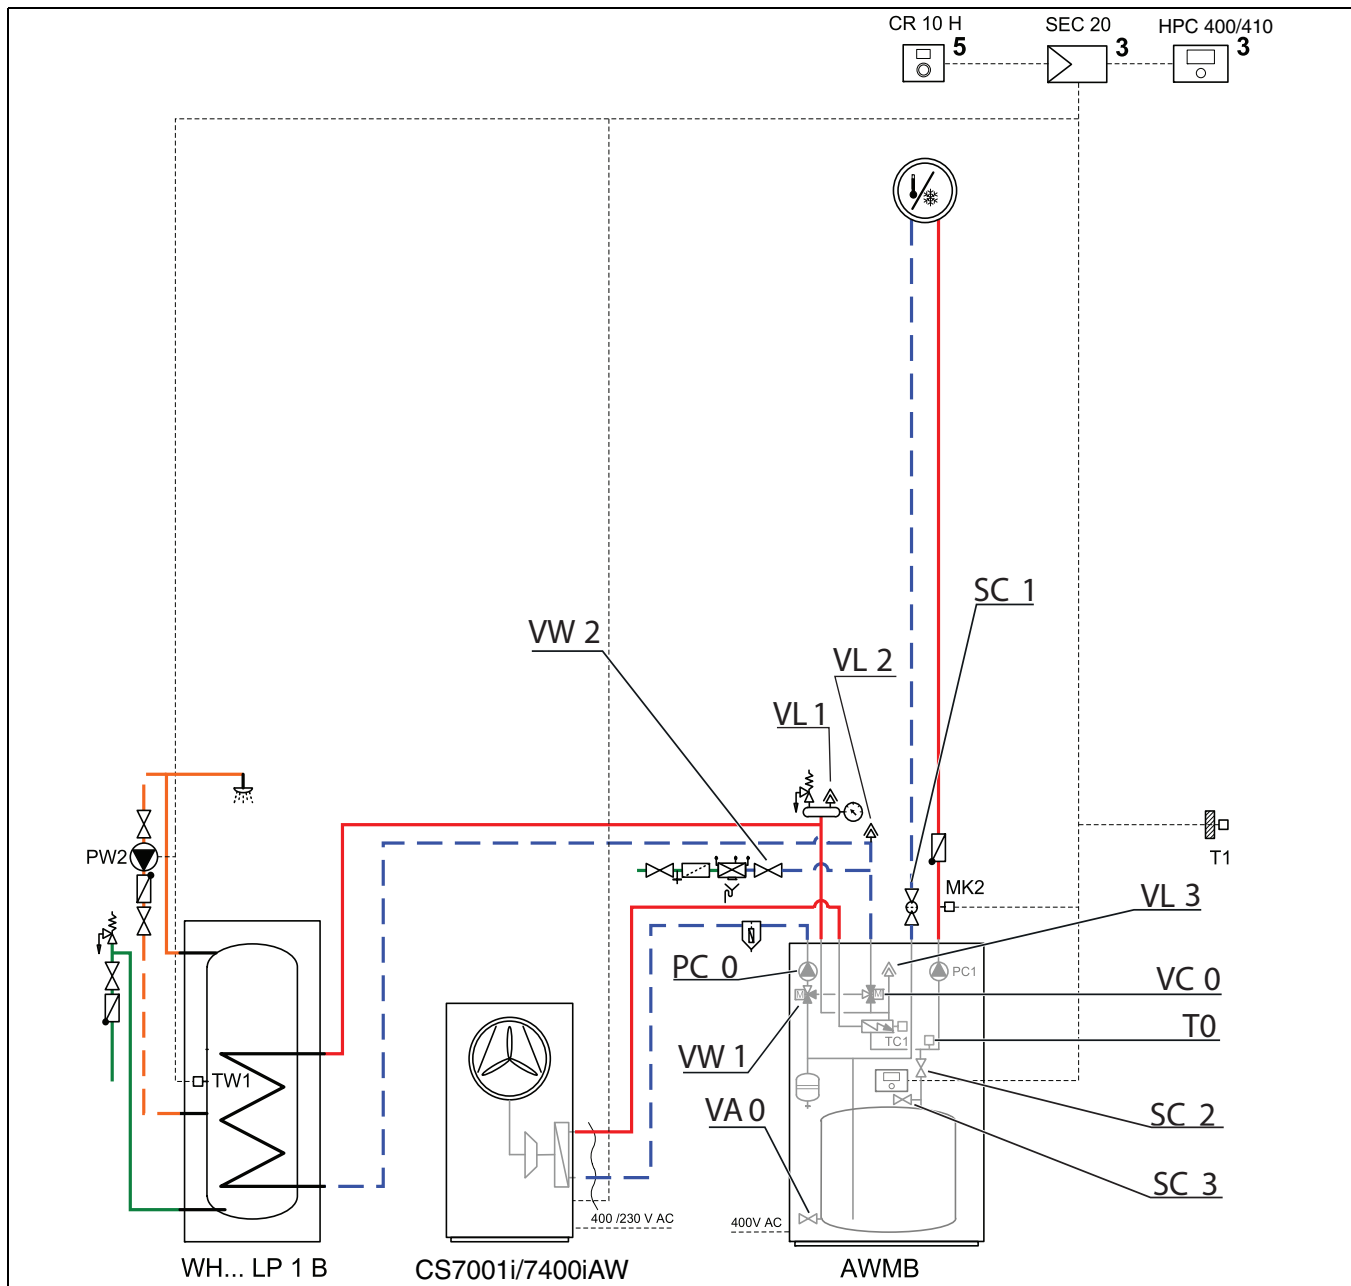

Bild 22 Inneneinheit und Heizungsanlage
2. Automatisches Entlüftungsventil VL1, VL2 und VL3 (→Abb. 22) durch Abschrauben der Kappen öffnen.
3. Filterventil SC1 schließen, Absperrventil SC2 (→Abb. 22) schließen und sicherstellen, dass sich VW1 (→Abb. 22) in der Position (B) für Zentralheizungsbetrieb befindet.
4. Ein Ende eines Schlauchs an den Entleerhahn VAO (→Abb. 22), das andere Ende an einen Abfluss anschließen.
5. Kleinen Entleerhahn öffnen SC3 (→Abb. 22).